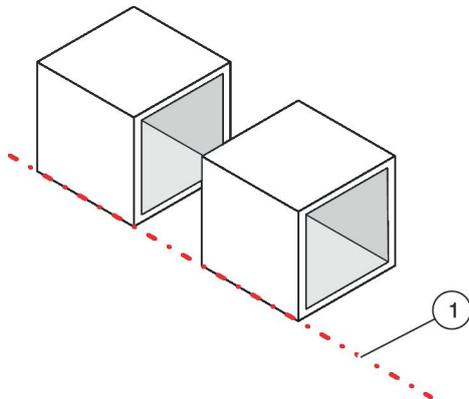

Abb. 12: RLT-Bauteile ausrichten
3. ▶ Die RLT-Bauteile an einer Linie (Abb. 12 /1) fluchtend ausrichten.